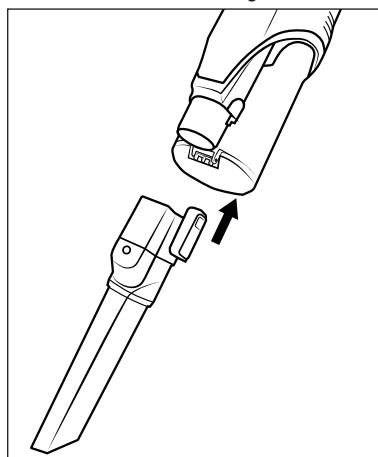

Abb. 14
- Verwenden Sie die Rundbürstendüse ⑯ mit ihren harten Borsten für tief sitzenden Schmutz bei groben Teppichen oder stark verschmutzten Autoinnenräumen. Der Bürstenaufsatz lässt sich von der Düse entfernen, um z. B. im Auto rundliche Einsätze oder Haltefächer zu saugen.
- ◆ Schieben Sie das Zubehör auf das Saugrohr ⑯ oder auf die Saugöffnung des Gerätes, bis es mit einem Klickgeräusch einrastet (siehe Abb. 14). Achten Sie dabei auf die richtige Position der Verriegelung.